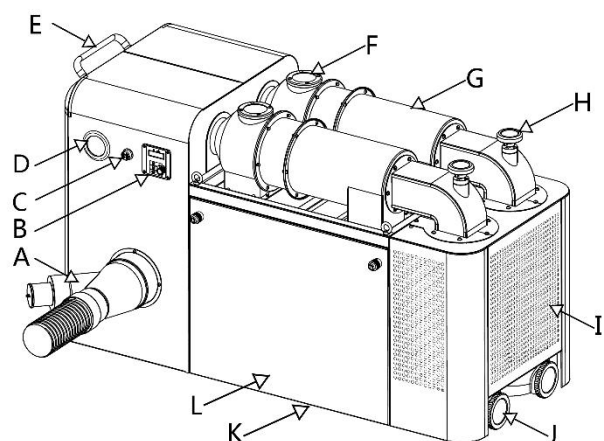

Abb.1
2.1 Identifizierung von Merkmalen (Abb.1)